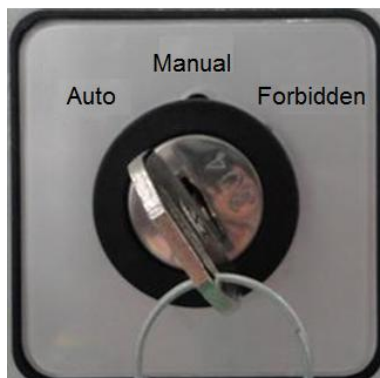

Рис. 3 Переключатель режимов работы шкафа автоматического шунтирования
- SF1 – опциональный переключатель (Рис. 3) установки режима работы шкафа автоматического шунтирования. Его применение делает управление более гибким, одновременно предотвращая некорректную работу.